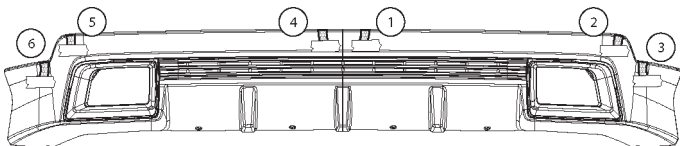

FIGURE 15
25. Fixer les languettes du ruban sur la partie extérieure de la pièce. Se reporter à la Figure 15.